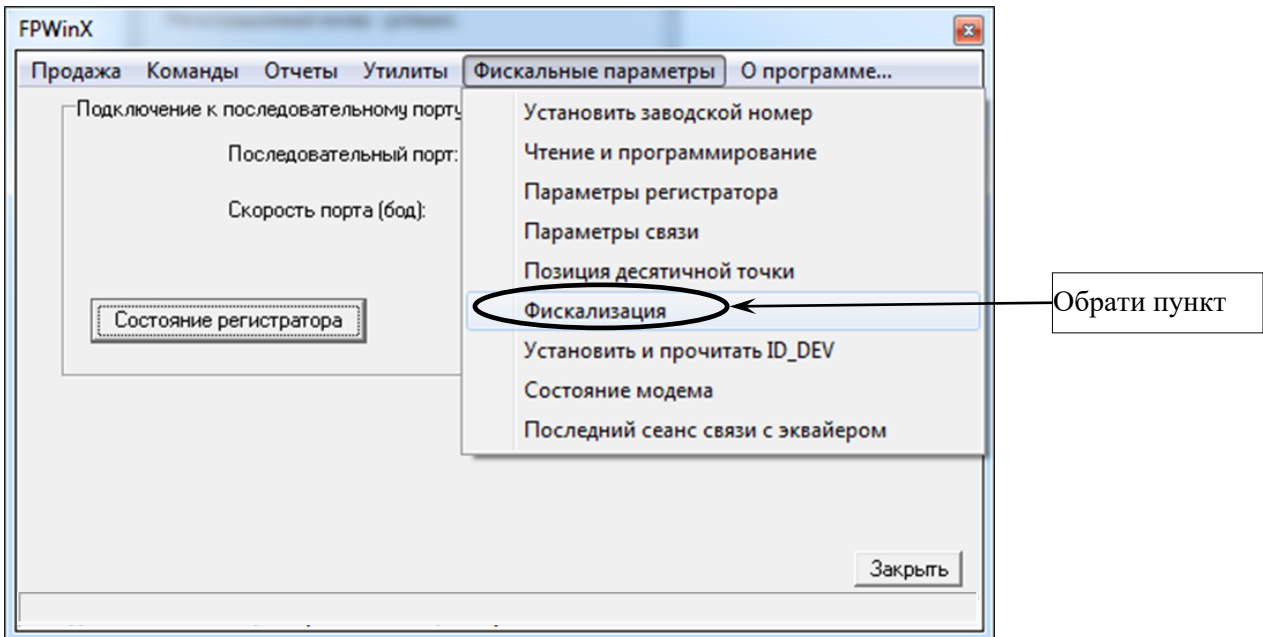

Рисунок 22
5.9 У вікні програми «FPWinX.exe» обрати закладку «Фискальные параметры», далі у випадаючому меню обрати пункт «Фискализация» (рисунок 22).